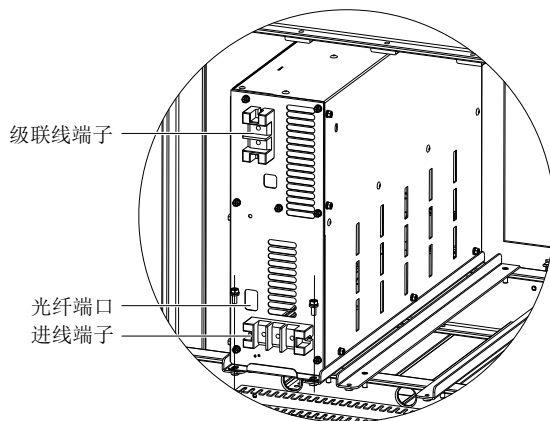

图2-38 电缆连接位置
3. 安装功率单元正面所接电缆, 电缆连接位置如图 2-38 所示。在级联线端子 (CL1、CL2) 接 2 根级联电缆, 在光纤端口接 2 根通信光纤 (OT\_A、OR\_B), 在进线端子 (A、B、C) 接 3 根输入电缆。